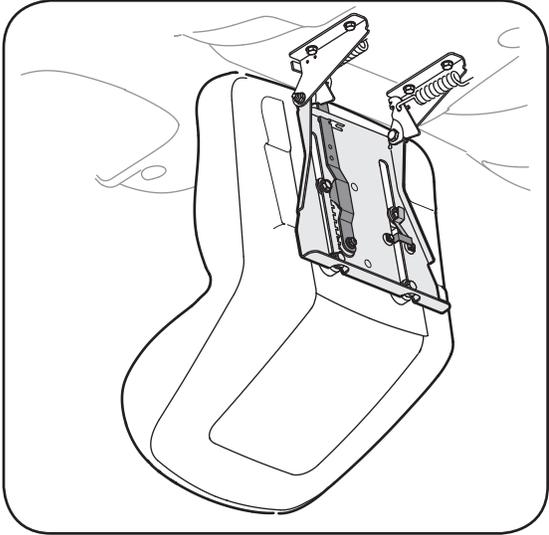

Figure 3-5
- REMARQUE** : Si le siège a été installé à l'envers sur le support de pivotement pour l'expédition, dégagez l'attache qui se trouve sur la butée et maintenez-la en position ouverte pendant que vous dégagez le siège du support de pivotement. Voir la Figure 3-5.
2. Faites glisser le siège jusqu'à ce que la cale d'écartement avant s'enclenche dans la butée. Voir la Figure 3-5.